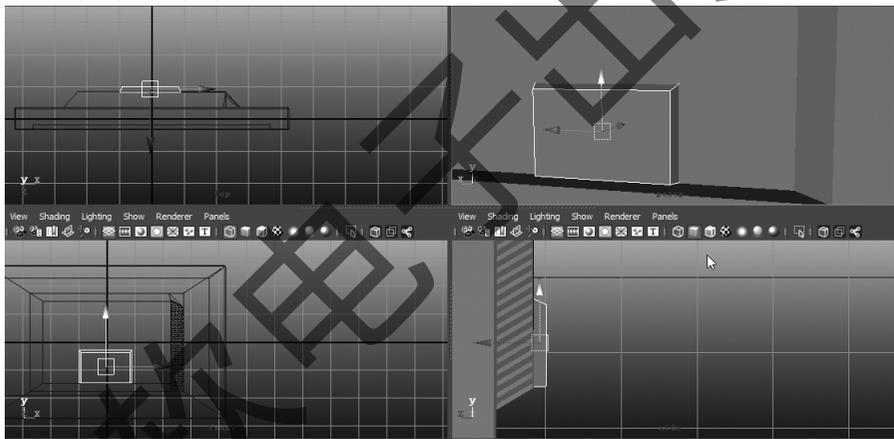

图4-30 插线盒的制作
Step 10:再次创建一个方形,对电脑的插线盒口进行制作,如图4-30所示。将方形的位位置放好后依次选择 Mesh→Booleans→Union,相加命令,这样插线盒就完成了。